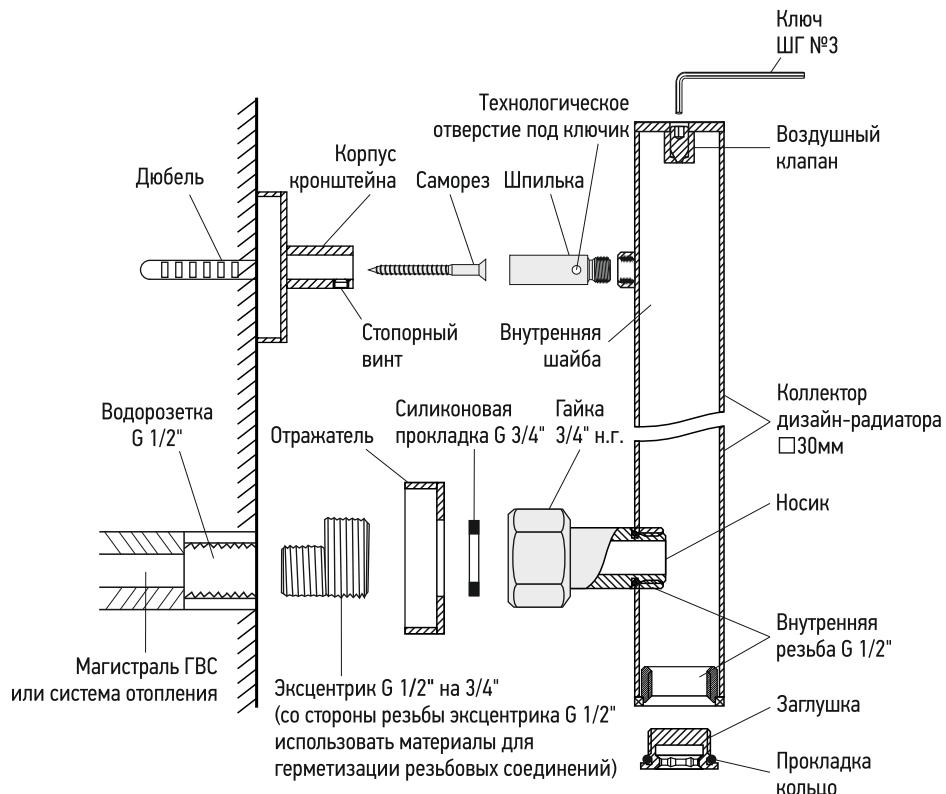

Рис. 4
#### 3.3. Комплектация. Полотенцесушитель комплектуется согласно схеме монтажа (рис. 4):
3.4. Полотенцесушитель бытовой (дизайн-радиатор) крепится к стене телескопическими кронштейнами, что позволяет регулировать расстояние до стены (рис. 4).
4.3. Сборку и установку изделия производить согласно схеме (рис. 4, 5).
4.4. Для герметизации резьбовых соединений производитель комплектует изделие прокладками собственного изготовления (см. п. 3.3.4 и рис. 4).